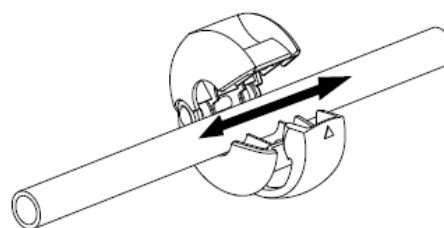

Fig. 4b
- Faites coulisser la butée de tuyau le long du tuyau jusqu'à la position souhaitée (voir Fig. 4b).